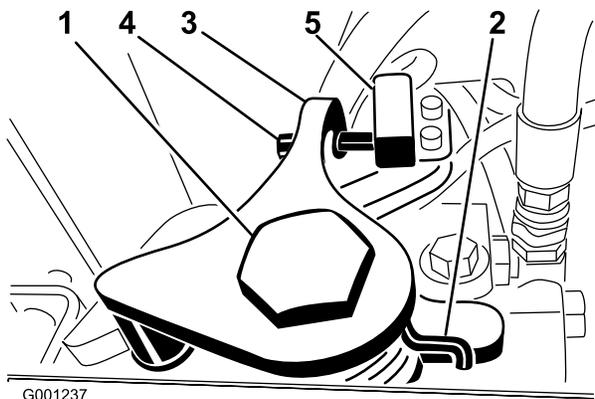

Figura 56
3. Desaperte o parafuso de bloqueio, no lado oposto ao do excêntrico de tracção (Figura 56).
7. Ajuste o parafuso no braço de retorno (Figura 56) até que a folga entre a extremidade do parafuso e o contacto do interruptor seja de 2,286–3,048 mm.